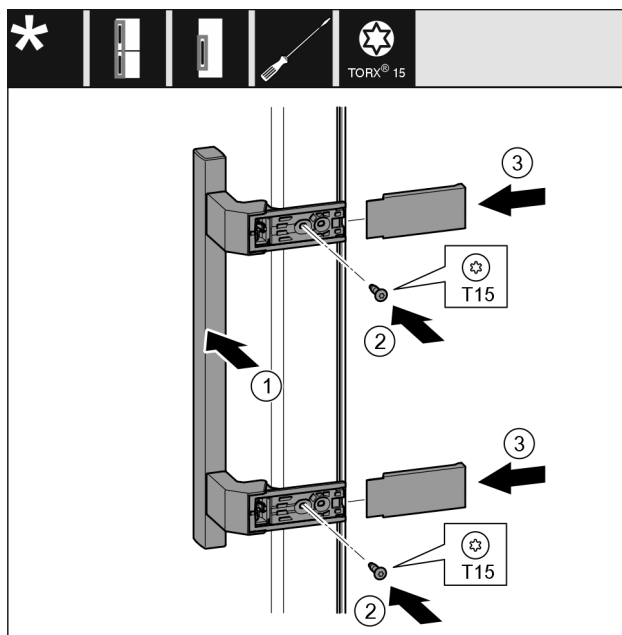

Fig. 26
- Namestite ročaj Fig. 26 (1) na nasprotno stran.
- Zategnite vijake Fig. 26 (2) z izvijačem.
- Pristavite pokrove Fig. 26 (3) na strani in jih potisnite gor.